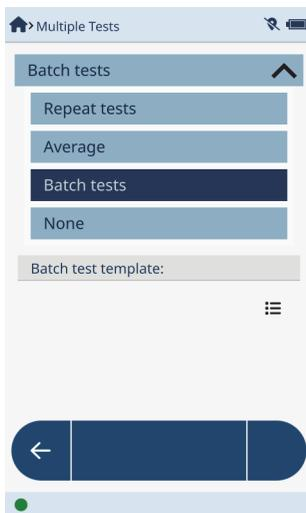

图 2-6 批次检测选项
1. 在**Multiple Tests**（多次检测）屏幕中，选择**Batch Test**（批次检测）（参见第28页的图 2-6）。